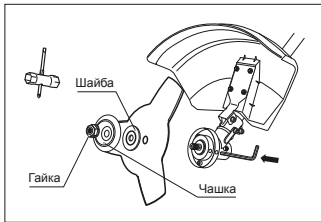

рис. 7
1. Совместите отверстие во фланцевой шайбе с отверстием в чашке редуктора (рис. 7). Вставьте металлический стопорный стержень в отверстие чашки редуктора и в отверстие фланцевой шайбы.
6. Удерживая стопорный стержень одной рукой, надежно затяните гайку трубчатым ключом (входит в комплект поставки), поворачивая ее против часовой стрелки (рис. 7).